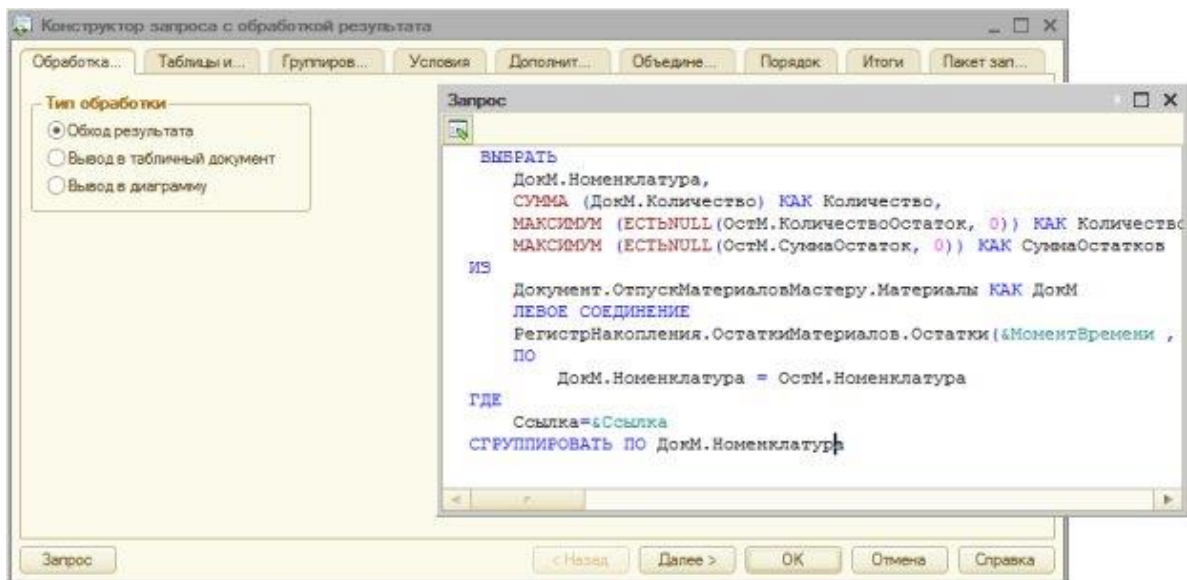

Рисунок 14.3 - Добавление сформированного текста запроса в конструктор
11. Скопируем полученный текст запроса в буфер обмена и перейдем в Конфигуратор. В процедуре **ОбработкаПроведения документаОтпускМатериаловМастеру**. Процедура пока пуста, щелкнем в ней правой кнопкой мыши и вызовем из контекстного меню команду **Конструктор запроса с обработкой результата**. В ответ на вопрос конструктора о создании нового запроса, ответим утвердительно, после чего, в окне конструктора нажмем на кнопку **Запрос** и вставим в пустое поле для текста запроса полученный текст запроса (предварительно нажав на кнопку **Редактировать запрос** в окне **Запрос**), Рисунок 14.3.